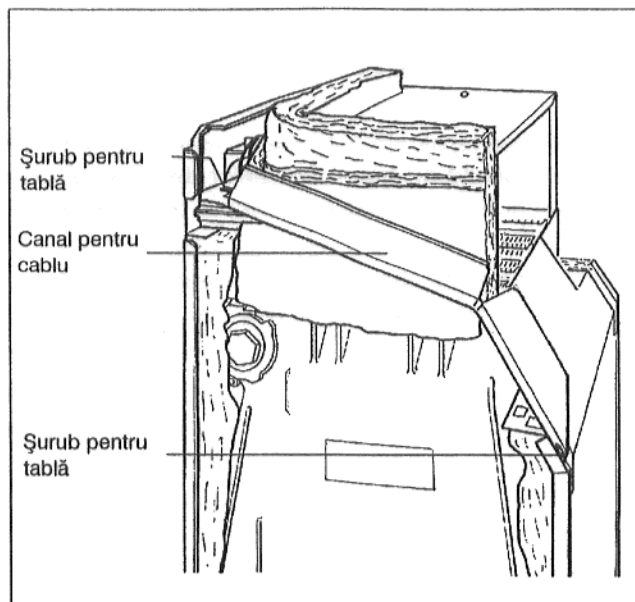

Fig. 21
- Se îndoaie canalul pentru cablu și se înșurubează cu șuruburi pe partea dreaptă a cazanului pe perețele despărțitor și peretele posterior (Fig. 21).